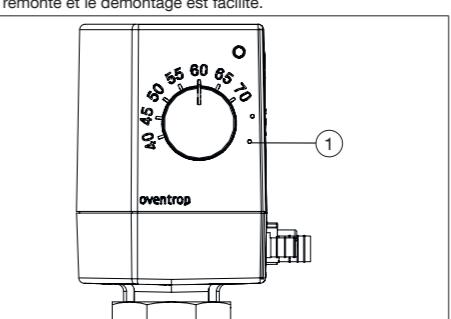

Fig. 2: Mode service
2. Pour le démontage, vous devez positionner le moteur sur « mode service » (voir Fig. 2). Par cette manœuvre, le moteur remonte et le démontage est facilité.